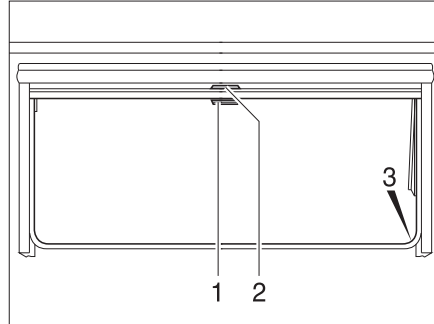

Bild 75 Överkantshängda fönster
- Drag ned mörklägningsrullgardinen med handtaget (Bild 75,2). När mörklägningsrullgardinen dras ned helt fäster man det man i spärrarna (Bild 75,3) på båda sidorna på fönsterkarmen.
- När mörklägningsrullgardinen är helt neddragen: Tryck ned handtaget (Bild 75,2) och drag det något inåt. Nu kan man ta loss mörklägningsrullgardinen ur spärrarna på båda sidorna av fönsterkarmen.
- När mörklägningsrullgardinen inte är helt neddragen: Drag handtaget (Bild 75,2) lätt nedåt tills spärren släpper.
- Drag ner insektsnätet med handtaget (Bild 75,1) och fäst det i spärrarna (Bild 75,3) på båda sidorna av fönsterkarmen.
- Tryck ned handtaget (Bild 75,1) och drag det något inåt. Lossa insektsnätet ur spärrarna på båda sidorna av fönsterkarmen.